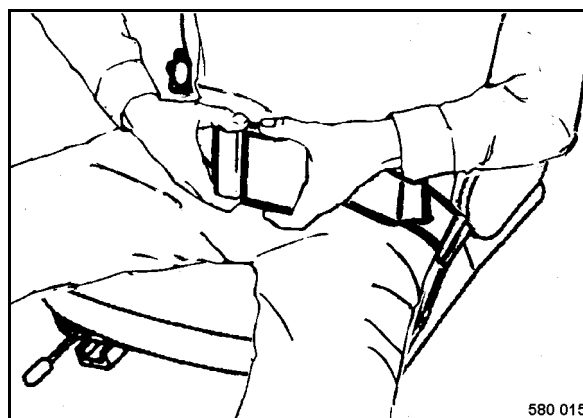

Fig. 44
- Poner el cinturón de seguridad (Fig. 44).